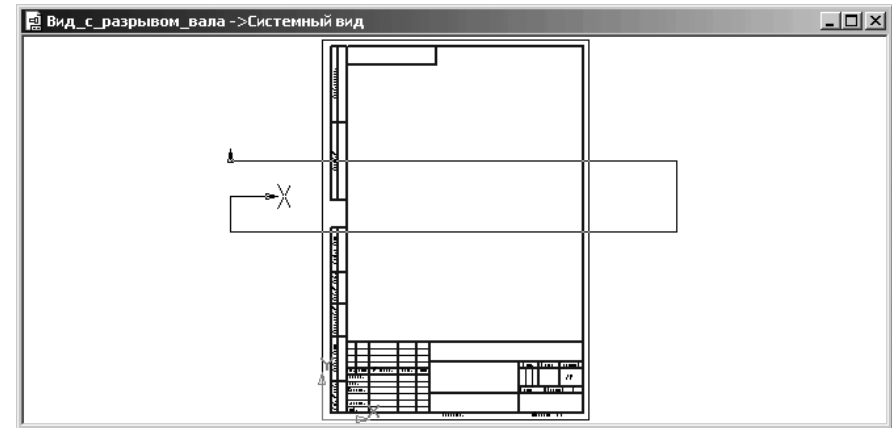

Рис. 4.148. Фантом изображения вала в произвольном виде в виде прямоугольника
- щелкните в диалоговом окне **Выберите модель** по кнопке **ОК**. В окне чертежа появится фантом изображения произвольного вида в виде прямоугольника. Одновременно появится соответствующая **Панель свойств: Произвольный вид** (см. рис. 4.137) – рис. 4.148.